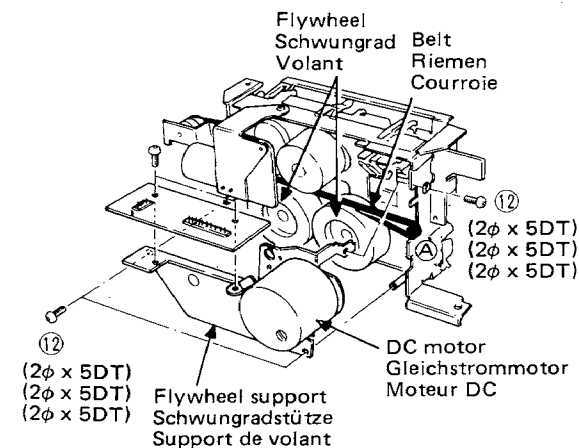

Fig. 9 Abb. 9
#### (3) Flywheel support (Fig. 9)
## (3) Schwungradstütze (Abb. 9)
(3) Support de volant (Fig. 9)